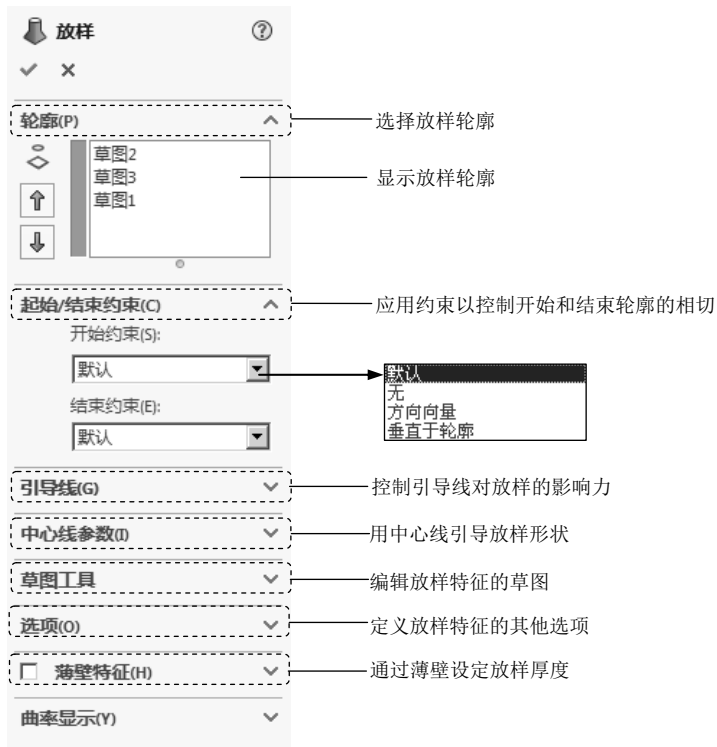

图 5.21.2 “放样”对话框
Step2. 选择命令。选择下拉菜单 **插入(I) → 凸台/基体(B) → 放样(L)...** 命令 (或单击“特征(F)”工具栏中的  按钮), 系统弹出如图 5.21.2 所示的“放样”对话框。